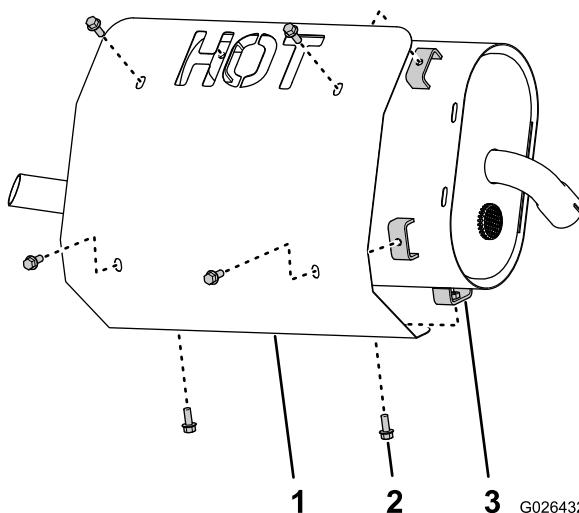

Figure 7
2. Fixez le pare-chaleur au silencieux (Figure 7) au moyen de 6 boulons à embase (1/4 x 5/8 po).
1. Alignez les trous du pare-chaleur et les écrous soudés des supports sur le silencieux (Figure 7).